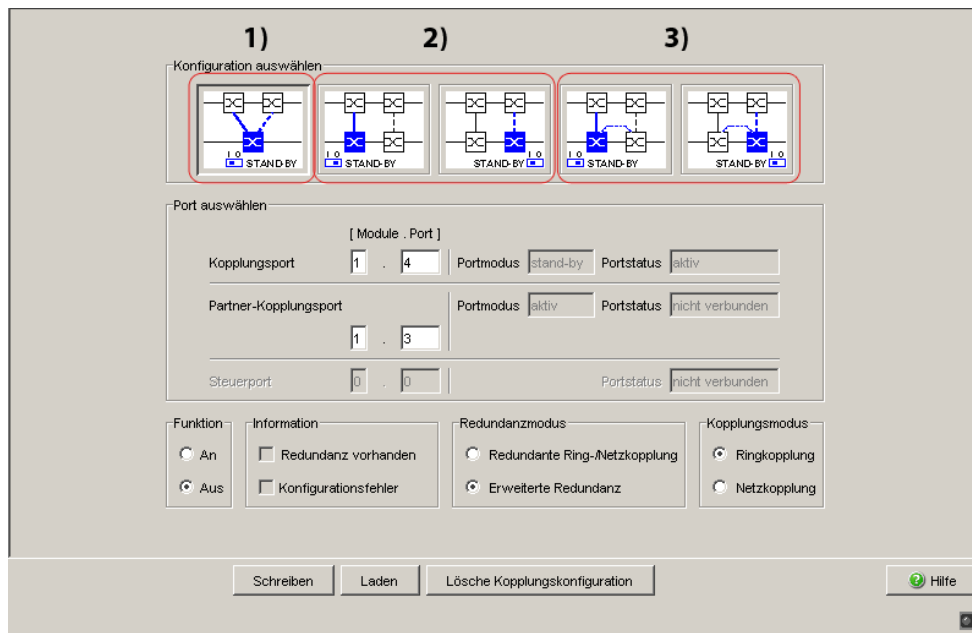

Abb. 7: Ringkopplungs-Konfiguration auswählen (bei deaktivierten DIP-Schaltern oder bei Geräten ohne DIP-Schalter)
- ☐ Wählen Sie als erstes die gewünschte Konfiguration Ein-Switch-Kopplung („1“), Zwei-Switch-Kopplung („2“) oder Zwei-Switch-Kopplung mit Steuerleitung („3“), (siehe Abbildung 7).